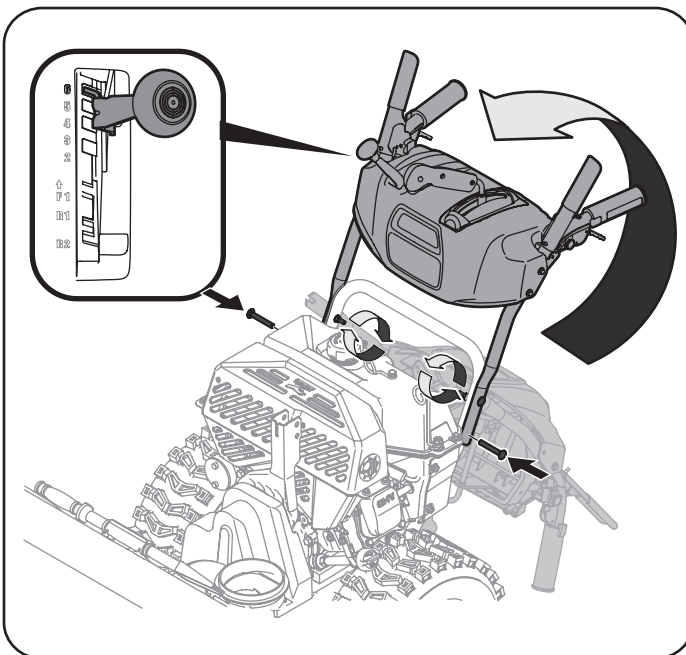
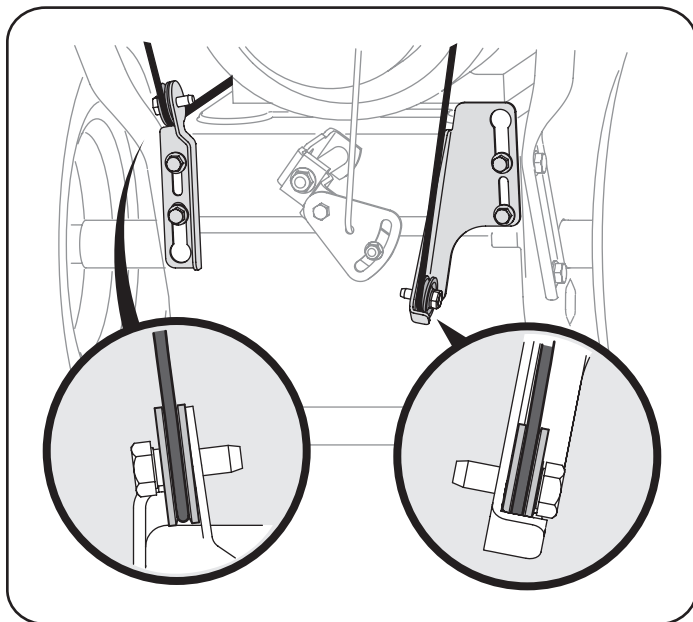

Figura 2
Figura 1
1. Observe el área inferior trasera de la máquina quitanieve para asegurarse de que ambos cables estén alineados con las guías rotatorias antes de girar la manija hacia arriba. Vea la Figura 1.
- b. Coloque la palanca de cambios en la posición de avance (F) 6.
- c. Tire hacia arriba y hacia atrás de la manija superior, tal y como se muestra en la Figura 2. Cuando usted levanta el mango hacia arriba, asegúrese que ambos finales del cable de centro son colocados correctamente en los soportes. Alinee la manija superior con la manija inferior.